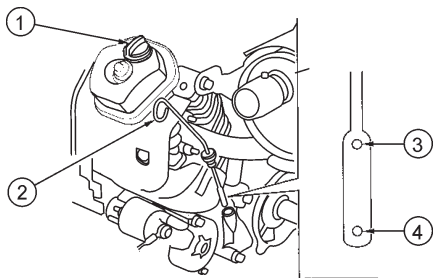
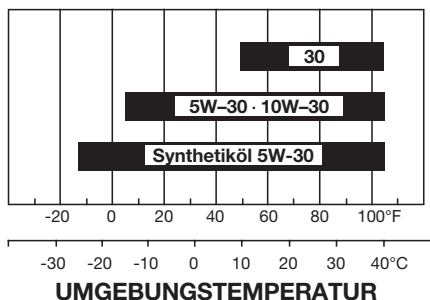

Abb. 5. Motorölmessstab
Abb. 6. Empfohlene Viskosität
1. Den Motorölmessstab (Pos. 2, Abb. 5) aus seiner Halterung ziehen.
Um übermäßigen Verschleiß bzw. Schäden des Motors zu vermeiden, stets den richtigen Motorölstand gewährleisten. Den Motor nie laufen lassen, wenn der Ölstand außerhalb der Markierungen am Messstab liegt (Pos. 3 und 4 in Abb. 5).
3. Bei zu niedrigem Motorölstand den Öleinfülldeckel (Pos. 1, Abb. 5) öffnen und so viel Motoröl nachfüllen, bis der erforderliche Füllstand erreicht ist. Das in Abb. 6 empfohlene Öl verwenden.
1. Den Ölstand in beiden Getrieben prüfen. Dazu den Einfüllstopfen öffnen und Ölstand ablesen. Siehe Abb. 6.
2. Das Getriebe falls erforderlich bis zur Höhe des Einfüllstopfens (Abb. 6) mit dem Öl Mobil ISO VG 640 SCH 634 befüllen.
- Den Öleinfüllverschluss (Abb. 5, Pos. 1) abnehmen und das Motorkurbelgehäuse mit einem empfohlenen Öl, siehe Abb. 6, befüllen. Bis zur oberen Markierung des Ölmesstabs einfüllen.